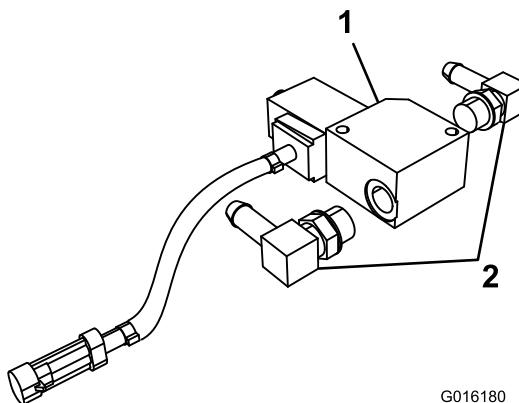

図 4
14. ソレノイドバルブの前後に油圧フィッティング（90度：2個）を取り付ける（図 4）。